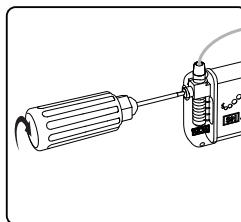

Figura 6. Fissare l'elettrocatedere serrando la vite di fermo in senso orario sul manicotto di ritenzione
5. Inserire completamente il cacciavite torsiometrico nel foro del blocco connettore del neurostimolatore. Serrare la vite di fermo girando il cacciavite torsiometrico in senso orario fino allo scatto (**Figura 6**).